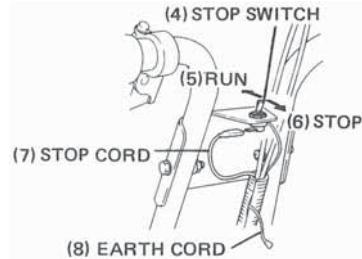

Fig. 6
- b. Connect the stop cord to the stop switch terminal. (Fig. 6)
- f. Untie the earth cord (8) on stop switch and insert it to protection tube that has a slit. (Fig. 6)
- b. Verbinden Sie das Abstellseil mit dem Anschluss des Dotschalters (Abbildung 6).
- f. Die Erdleitung (8) vom Stoppschalter lösen und in das aufgeschlitzte Schutzrohr einführen (Abbildung 6).
- g. Das Ende der Erdleitung (8) mit der Erdleitung (9) auf dem Motor verbinden (Abbildung 6 A).
Hinweis: Überzeugen Sie sich davon, daß die den Ein/Ausschaltersockel verbindende Erdleitung (8) mit der nach unten geleiteten Schnur verbunden wurde. Wenn Abstellseil und Erdleitung verkehrt verbunden sind, wird sich der Motor nicht in Gang setzen (Abbildung 6 A).